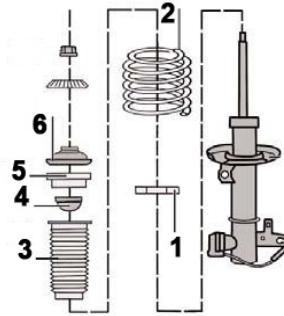

Fig. 7:
- **Fig. 7** Federbein in geeignete Haltevorrichtung klemmen und Federspanner ansetzen.
- **Fig. 7** Original Fahrwerksfeder mit den Anbauteilen (1 – 6) aufsetzen.
- **Fig. 7** Clamp the suspension strut in a suitable holding device and apply spring tensioner.
- **Fig. 7** Position original suspension spring with add-on parts (1 - 6).
- **Fig. 7** Insérer la jambe de force dans un dispositif de support approprié et fixer le tendeur de ressort.
- **Fig. 7** Mettre en place le ressort d'essieu d'origine avec les composants (1 - 6).
- **Fig. 7** Fijar el amortiguador con ayuda de un dispositivo apropiado y colocar el tensor de resorte.
- **Fig. 7** Colocar el muelle original del vehículo con las piezas adicionales (1 - 6).